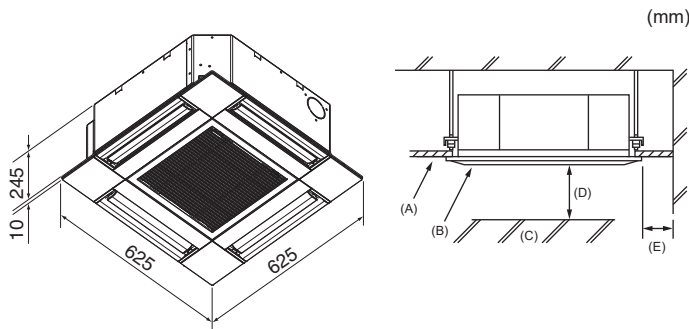

Fig. 3-1
3.1. Inomhusenhet (Fig. 3-1)
- (A) Tak
- (B) Galler
- (C) Hinder
- (D) Min. 1000 mm
- (E) Min. 500 mm (hela omkretsen)
- Om du ställer in underhållsavståndet för (E), lämna minst 700 mm.